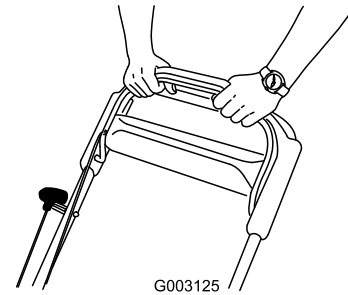

Figure 22
3. Sujete la barra de control de la cuchilla contra el manillar (Figure 22).